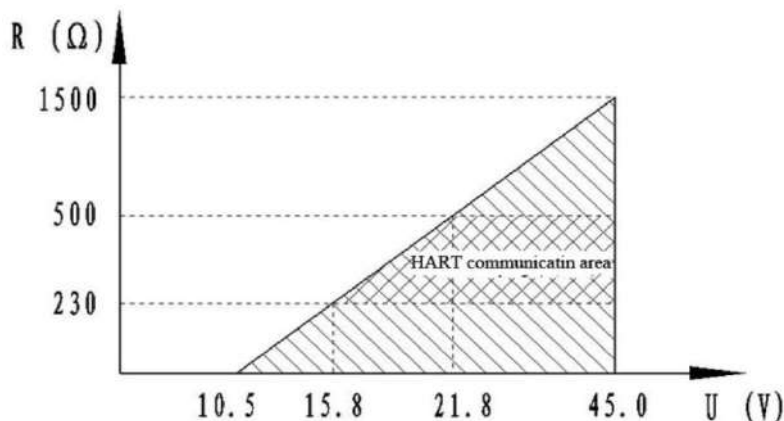

Рисунок 1.1 – График зависимости значений сопротивления нагрузочного резистора от значений напряжения питания датчика
1.2.13 В соответствии со схемой подключения (**приложение Б**) по протоколу HART датчик подключается через нагрузочный резистор с сопротивлением от 250 до 500 Ом, с учетом полярности. При этом напряжение питания датчика должно находиться в пределах от 15,8 до 45 В (см. рисунок 1.1).